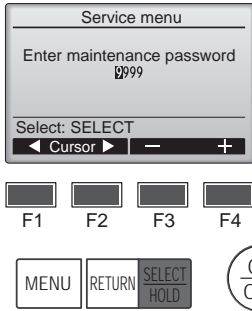

Fig. 7-3
- ① Seleccione "Service" (Revisión) desde el Menú principal, y pulse el botón [SELECT/HOLD].
- ② Una vez seleccionado el Menú Revisión aparecerá una ventana que pide la contraseña. (Fig. 7-3)